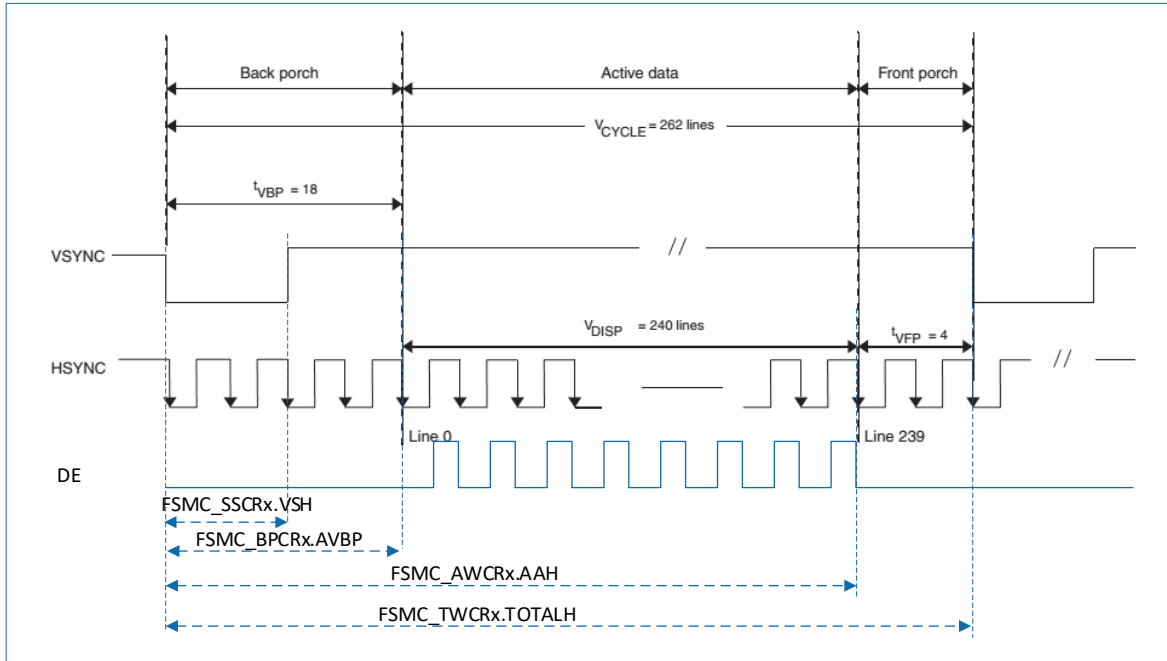
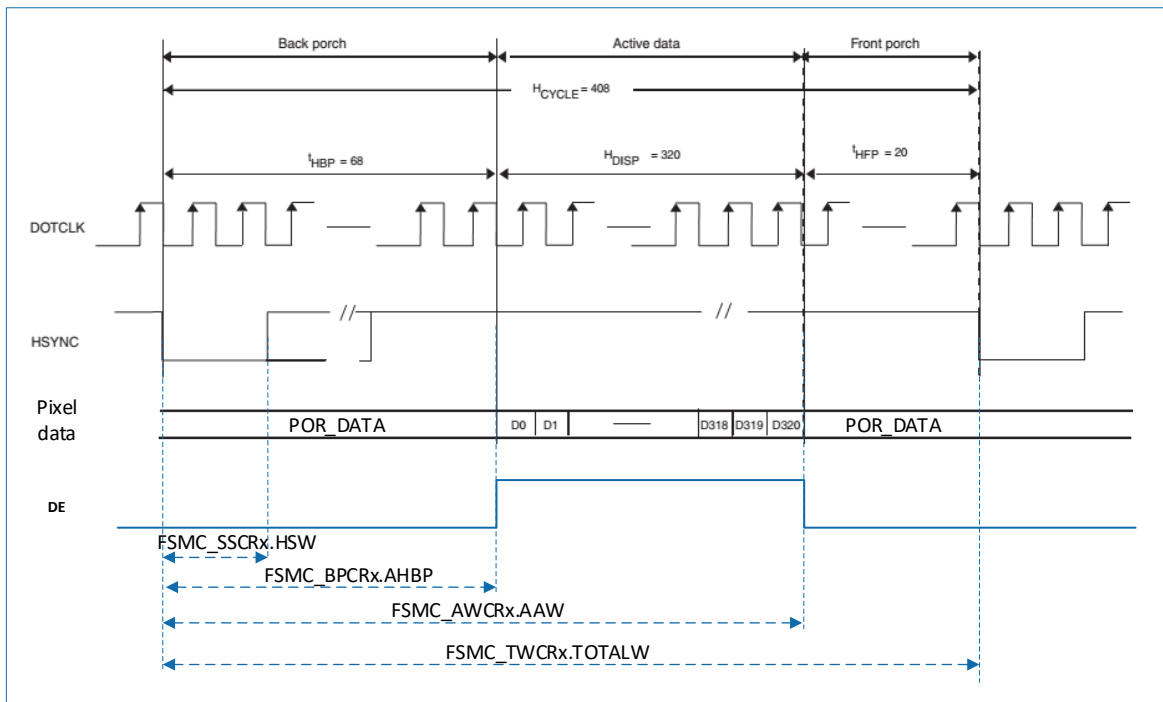

图 15-21 LCD 一帧的扫描时序
图 15-22 LCD 扫描一次的时序
4. 设置 FSMC\_LCDCTRLx: LCDEN=1, DCLKPOL=0/1 根据需要, DSETUP 如图 15-23 所示, VSYNCTIM 如图 15-21 所示, HSYNCTIM 如图 15-22 所示。设置 FSMC\_LCDCFGx: 线数如图 15-21 所示, PXLNUM 如图 15-22 所示。